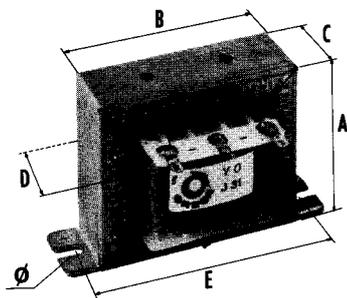

Fig. 1
- à étrier (figure 1)
MODELE A ETRIER (fig. 1)